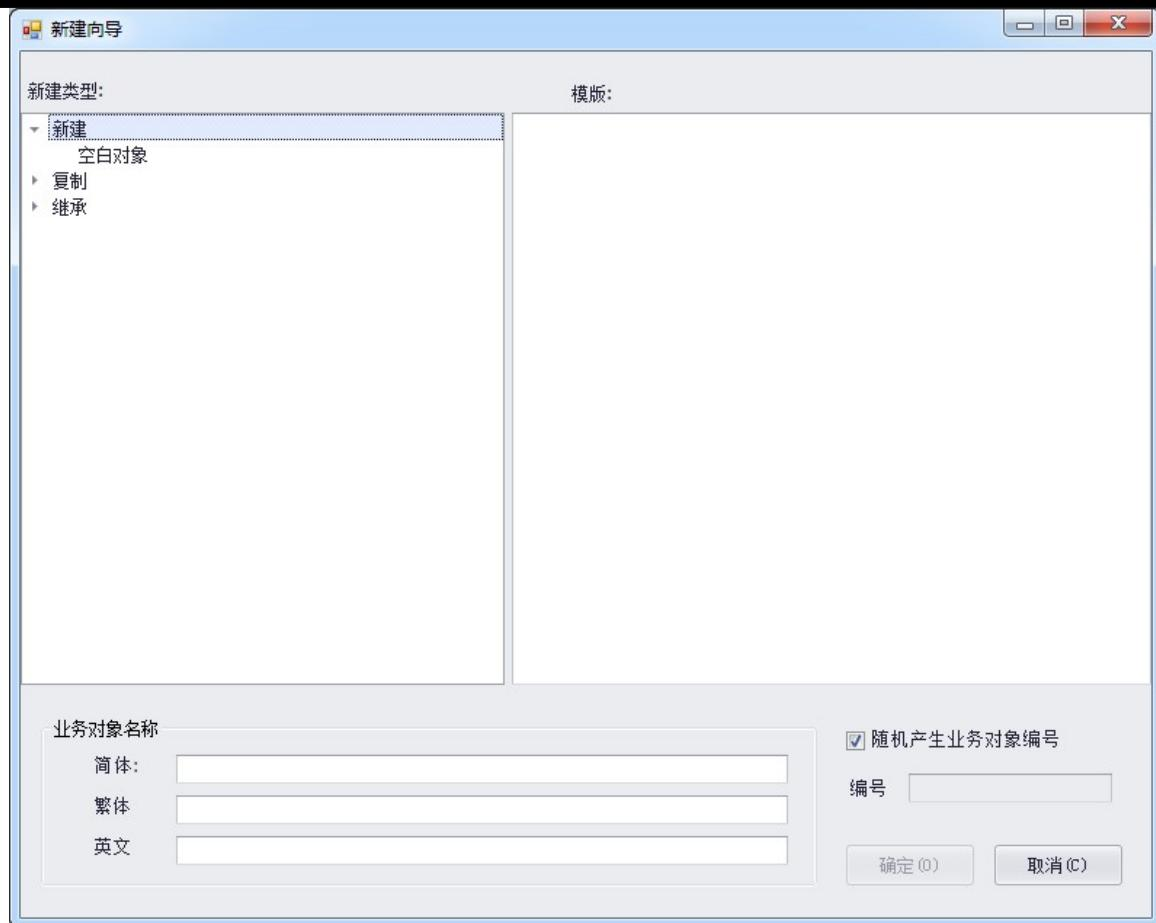
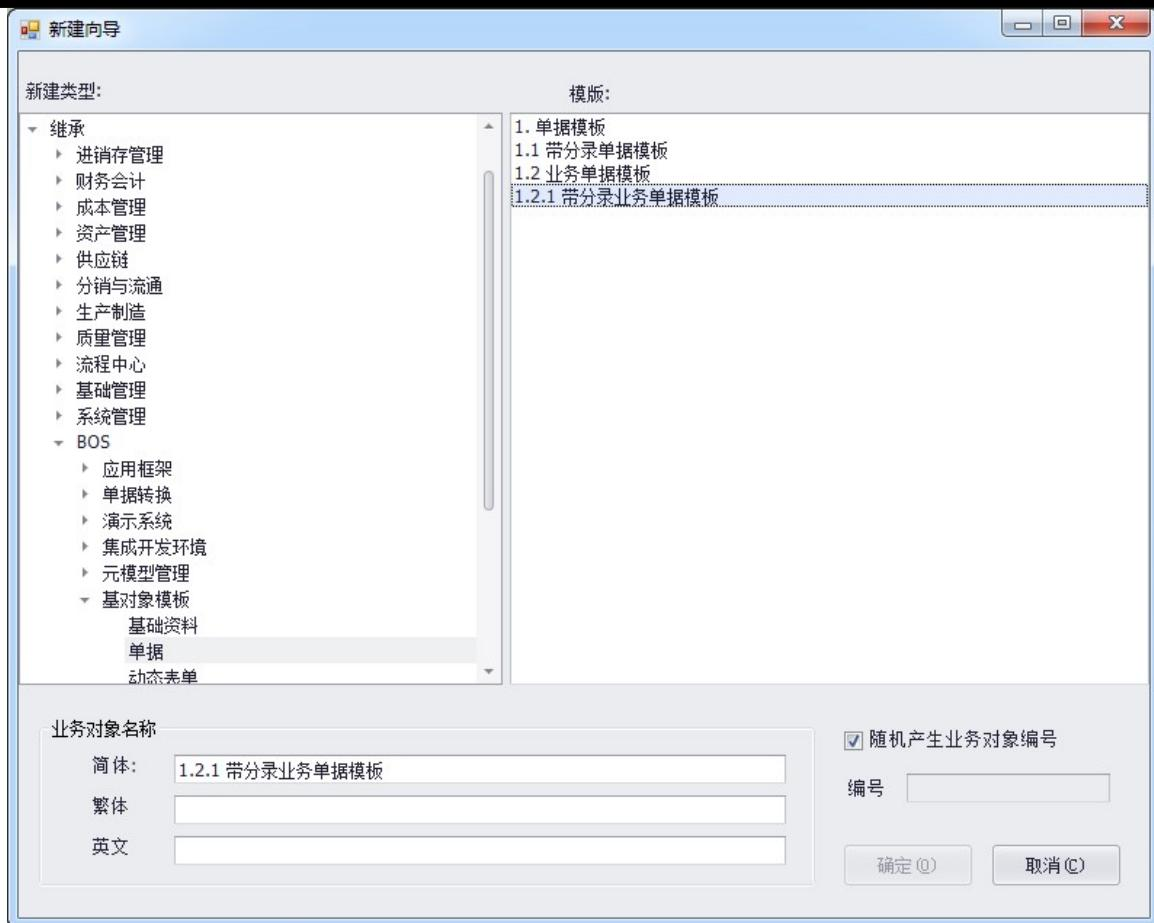

图 5-1-2 新建业务单据的方式
图 5-1-3 继承已有基类模板
- 2、在弹出窗体中有三种新建单据的方式：新建、复制和继承，继承已有单据模版功能能将原有的 BOS 单据模版引入，在此基础上进行修改将大大提高单据定义的效率（注意：采取这种方式建立业务单据的前提条件是新建单据和原有单据有比较类似的业务逻辑，否则建议采用新建业务单据的方式），参考图 5-1-2 和图 5-1-3。